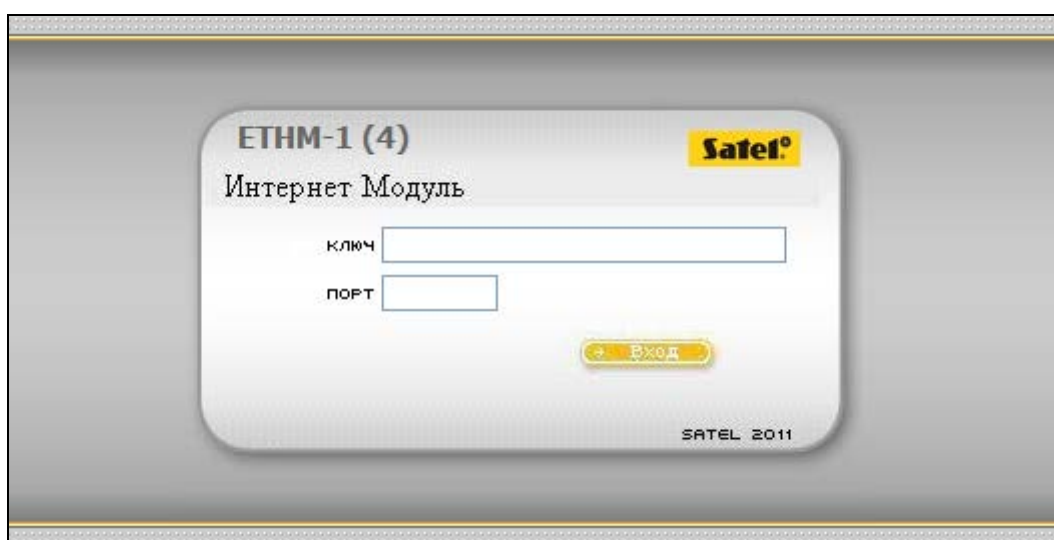

Рис. 13. Интернет-браузер: сайт регистрации.
3. Когда откроется сайт регистрации (рис. 13), в соответствующие поля введите:13